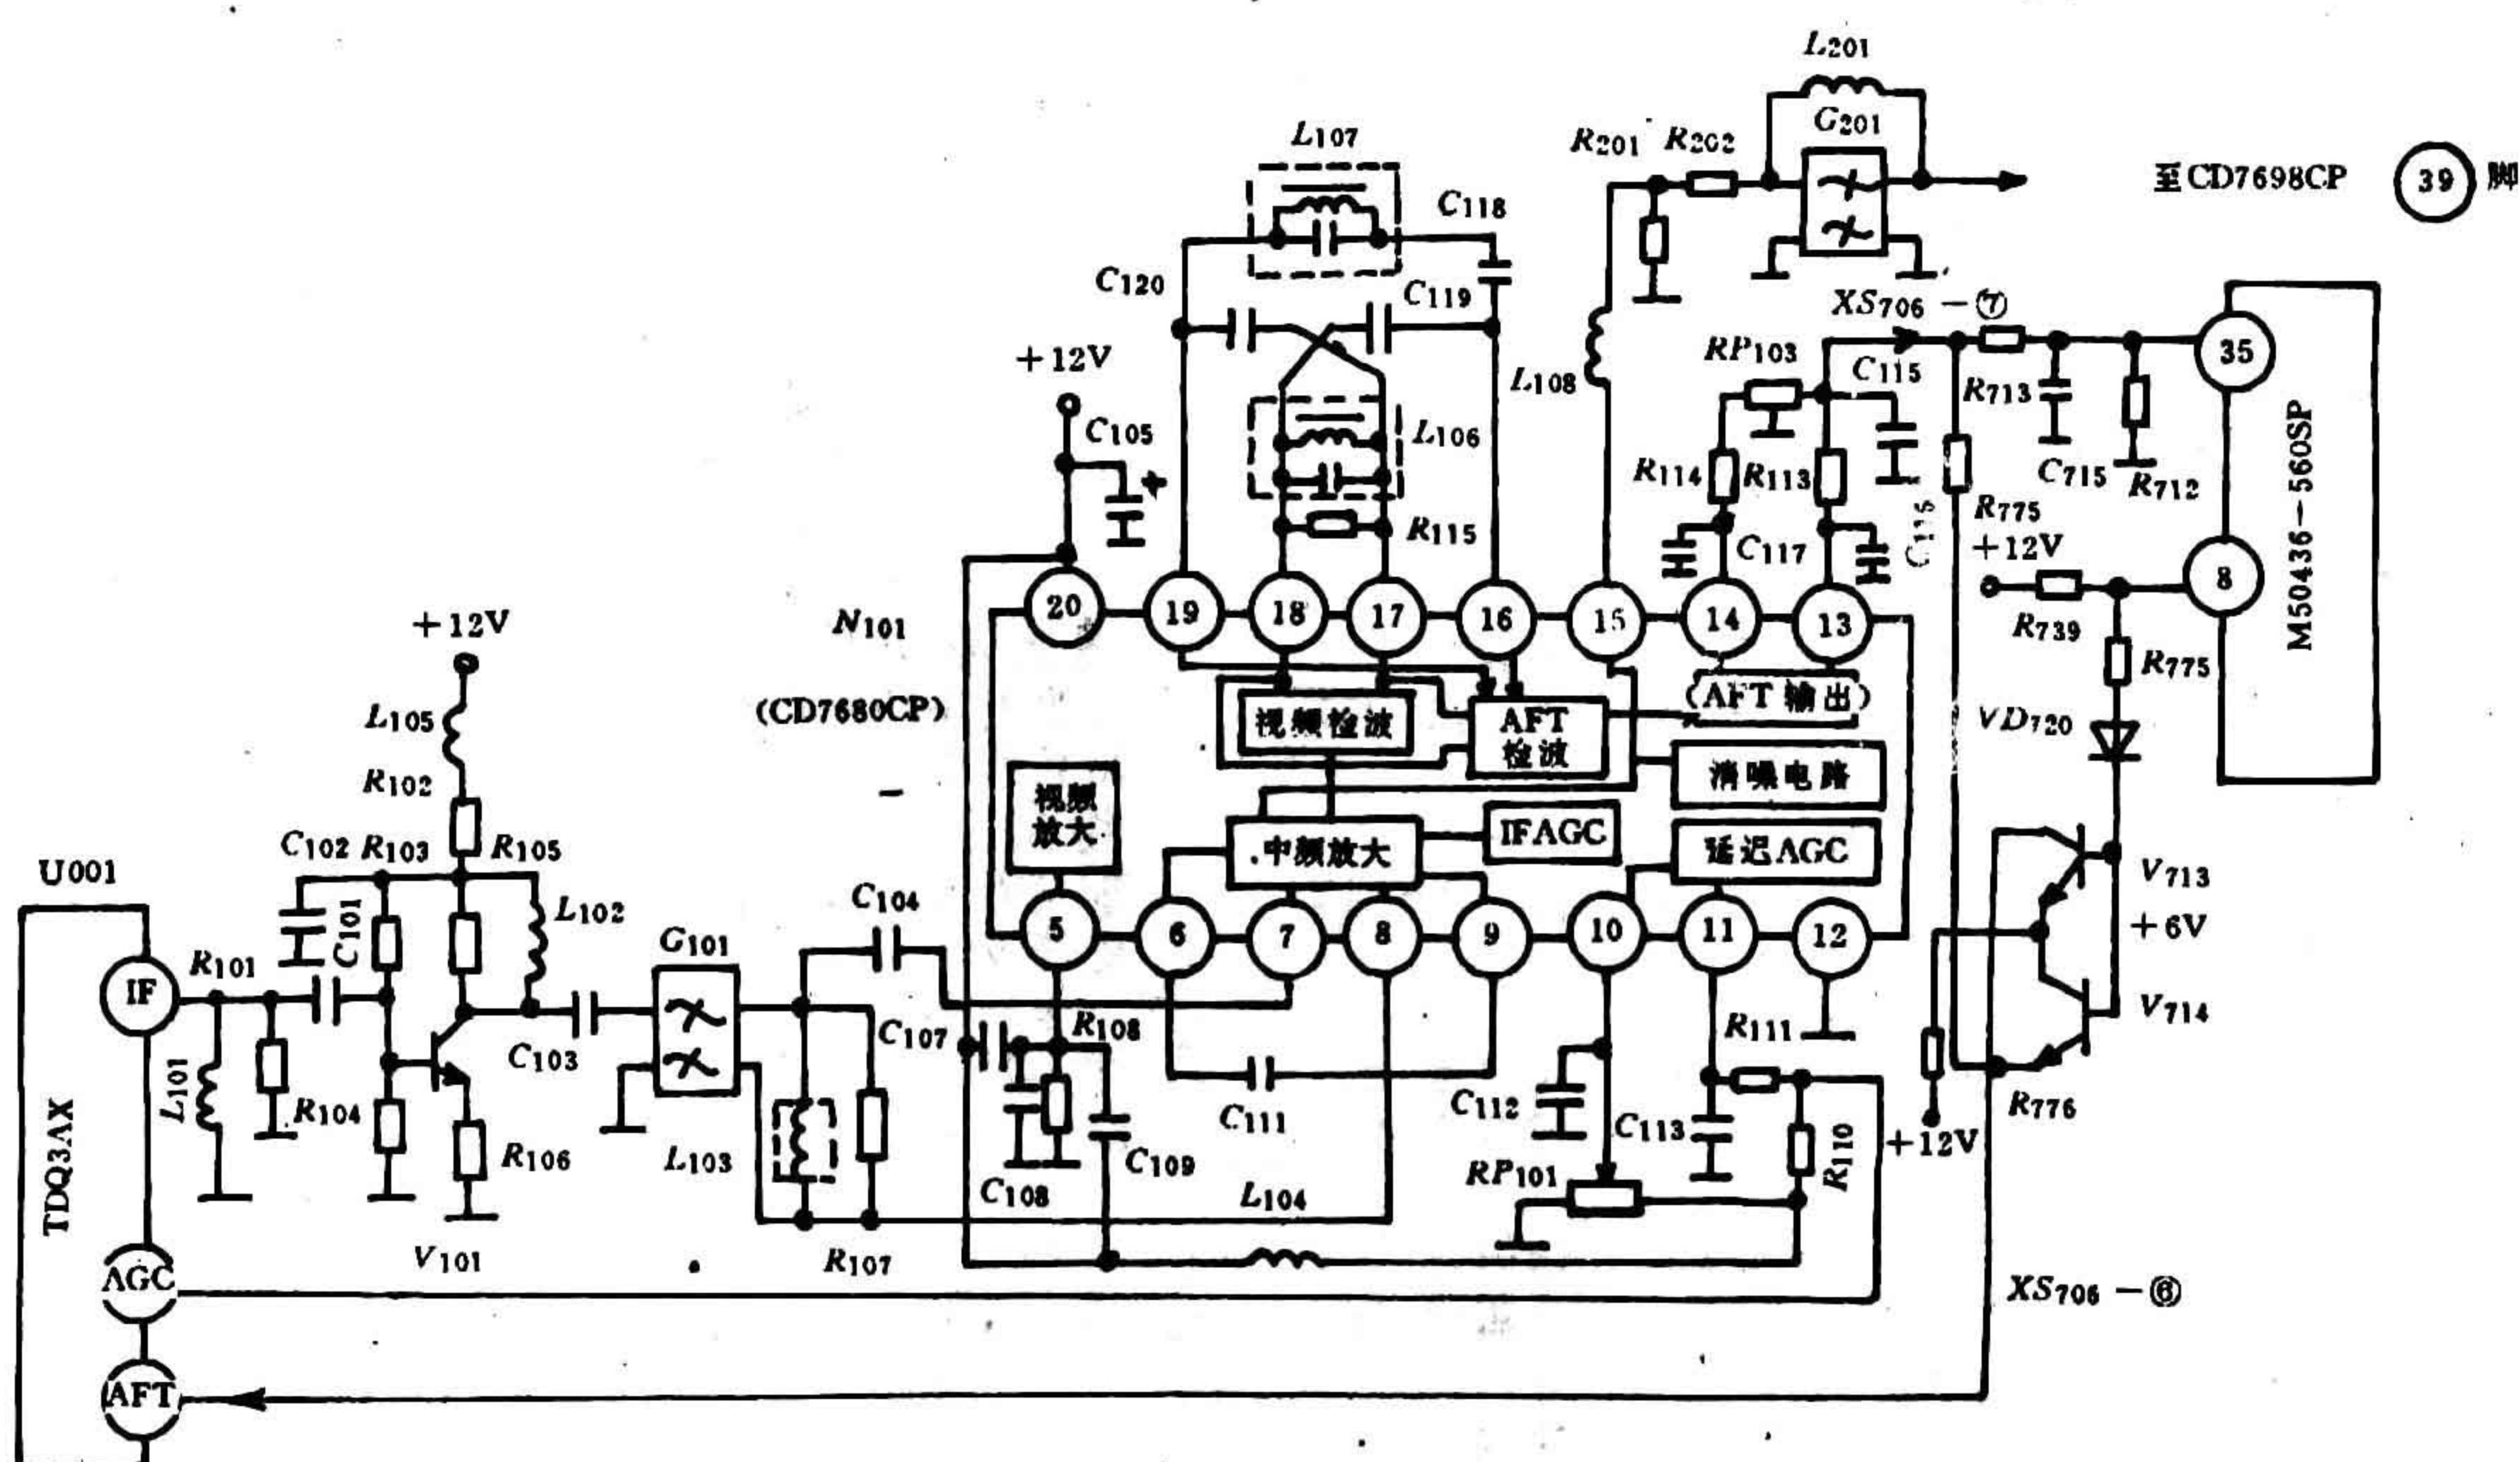

图 29 北京 8316—2 型彩电图像中频电路原理图
TA 两片机彩色电视机图像中频电路，大多由一级预中放、声表面滤波器和 TA7680AP(CD7680CP)内部分电路与外围元件构成。其基本电路结构和工作原理均大同小异。现以有一定代表性的北京牌 8316—2 型彩色电视机的图像中频电路(如图 29 所示)为例，图像中频电路的主要功能与工作原理分析如下：
北京 8316—2 型遥控彩色电视机,CD7680CP ⑬脚、⑭脚输出经接口电路与微处理器 AFT 通/断控制电路相接(参阅图 29)。当 AFT 控制处于“通”状态时,微处理器 M50436—560SP ⑧脚变为低电平,使 V_{713} 与 V_{714} 三极管均截止,由 TA7680AP ⑬脚输出的误差校正电压,经 R_{113} 、 X_{S706} ⑦、 R_{775} 直接送至高频调谐器的 AFT 端,实现 AFT 控制。